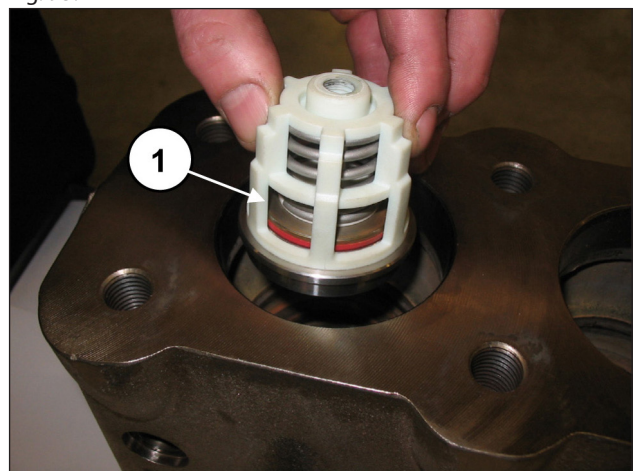
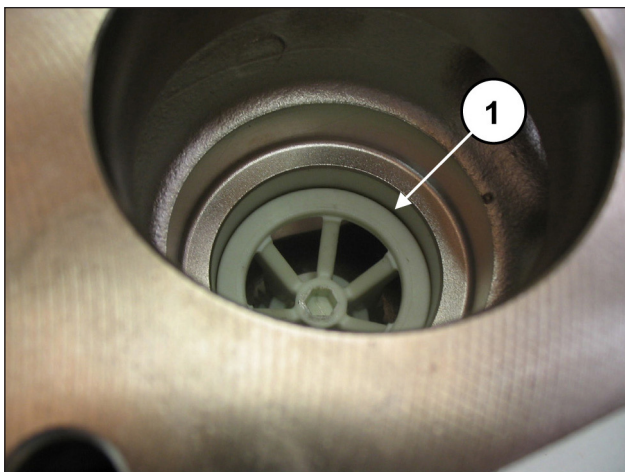

Fig. 94
Fig. 95
Insira o grupo da válvula de aspiração (pos. ①, Fig. 94) e sucessivamente o espaçador (pos. ①, Fig. 95).
O grupo da válvula completo deve ser inserido completamente no fundo e apresentar-se como na pos. ①, Fig. 95.